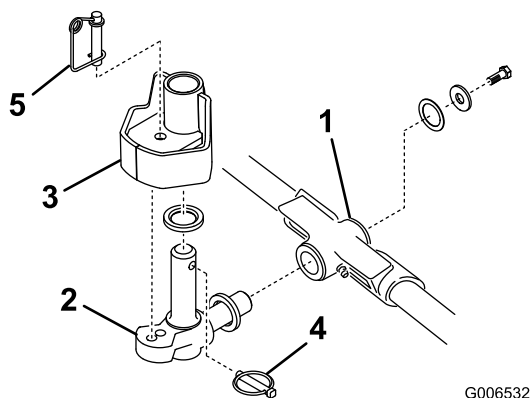

図 13
1. スラスト・ワッシャを、ピボット・ナックルの水平シャフトに差し込む図 13。
2. ピボット・ナックルの水平シャフトをキャリア・フレームの取り付け穴に差し込む (図 13)。
3. スラスト・ワッシャ、平ワッシャ、フランジヘッドネジを使って、ピボット・ナックルをキャリア・フレームに固定する (図 13)。
4. ピボット・ナックルの垂直シャフトにスラスト・ワッシャを差し込む (図 13)。
5. ピボット・ナックルの垂直シャフトを外している場合には、ここで昇降アームのピボット・ハブに差し込む (図 13)。昇降アームのステアリング・プレートの下にある 2 枚のゴム製センタリングバンパーの間に、ピボット・ナックルを挟む。
6. ピボット・ナックルのシャフトに付いている穴にリンチ・ピンを差し込む (図 13)。
注 カuttingユニットを固定モードで使用する場合には、ステアリング・ロック・ピンをピボット・ナックルの取り付け穴に差し込んでください(図 13)。
11. ステアリング・ロック・ピンの下にスプリングを掛ける(図 13)。